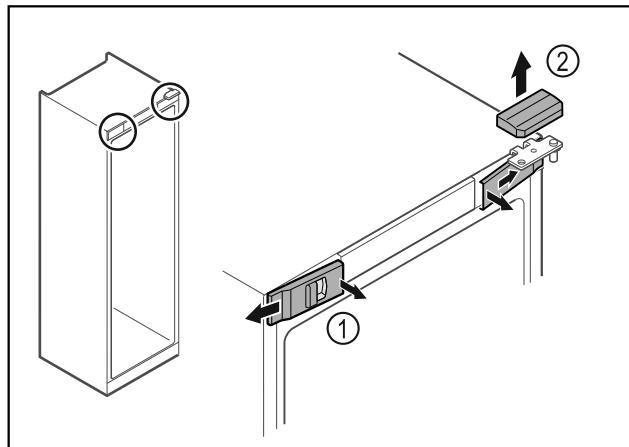

Fig. 9
- Звільніть передні кришки Fig. 9 (1) всередині від фіксатора та поверніть убік.
- Зніміть верхню кришку Fig. 9 (2) вгору.